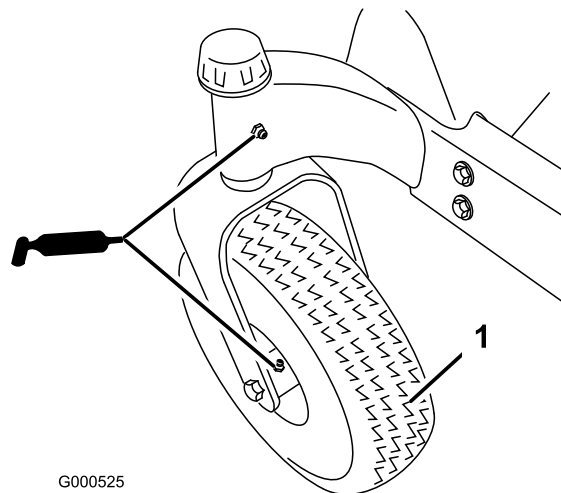
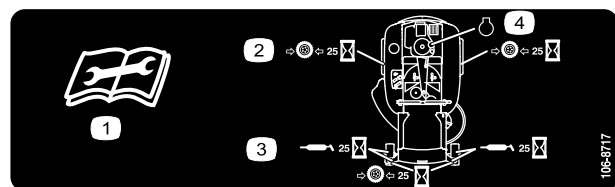

Figura 19
Figura 20
Engrase las ruedas giratorias delanteras y sus pivotes (Figura 19).
3. Limpie con un trapo los puntos de engrase (Figura 19 y Figura 20). Asegúrese de rascar cualquier pintura que hubiera sobre los puntos de engrase.
4. Conecte una pistola de engrasar a cada punto de engrase (Figura 19 y Figura 20). Bombear grasa hasta que empiece a rezumar grasa de los cojinetes.